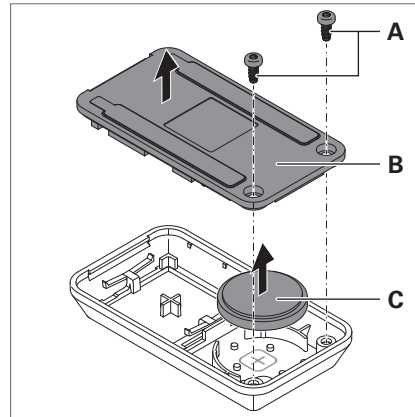

Fig. 41: Batteriewechsel.
- ▶ Drehen Sie die Schrauben **A** aus der Rückwand **B** des Bedienelements, siehe Fig. 41.